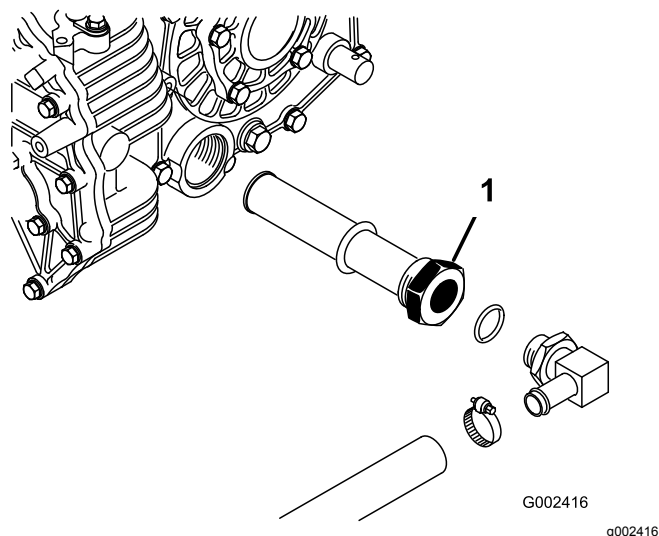

Figura 67
3. Observe la orientación del tubo hidráulico y del codo de 90° conectado al filtro en el lateral del depósito (Figura 67).